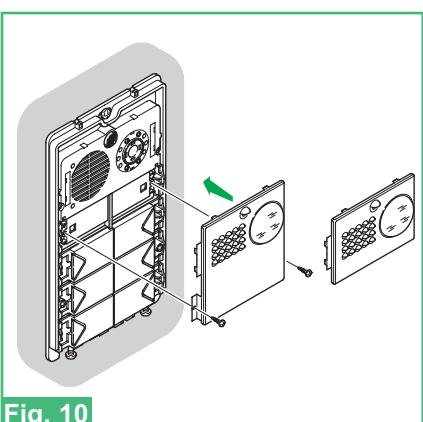

Fig. 10
- Fig. 10** Montaggio / Smontaggio frontalini
- Fig. 10** Assembly/Dismantling faces
- Fig. 10** Pose/dépose éléments frontaux
- Fig. 10** Montage / Demontage voorpanelen
- Fig. 10** Montage / Demontage der Frontplatte
- Fig. 10** Montagem / Desmontagem das frentes